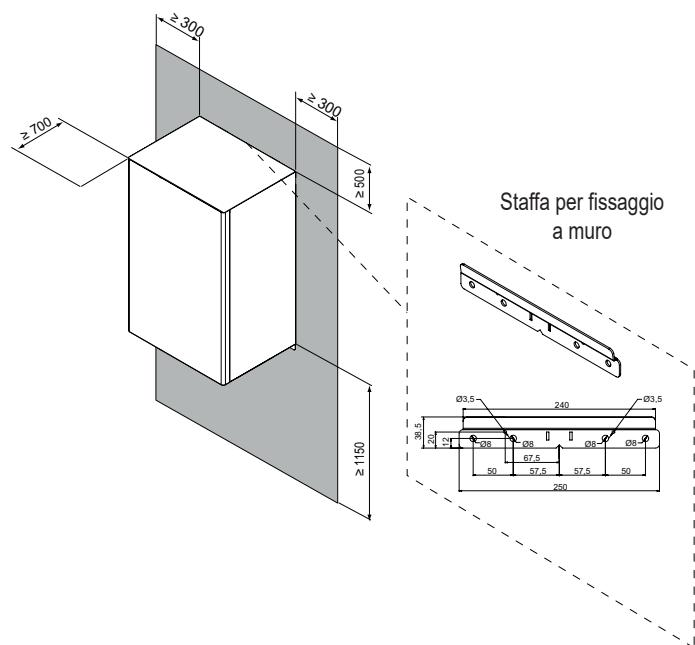

fig. 12 - area operativa minima per l'unità interna
- Lo spazio intorno all'unità è adeguato per la manutenzione, vedi fig. 12.